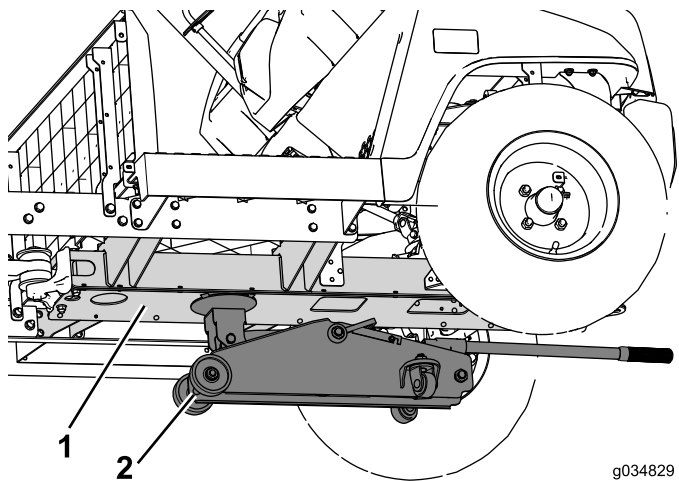

Figura 64
2. Utilize um macaco debaixo do canal central para suportar a dianteira da máquina (Figura 64).